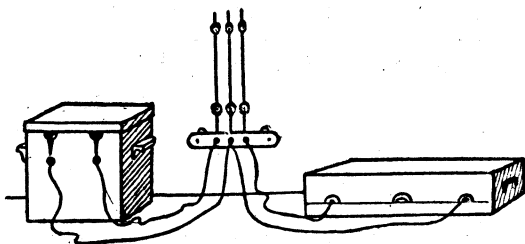

Рис. 1
4. При зарядке следует время от времени проверять напряжение аккумуляторов, чтобы убедиться, что зарядка идет нормально. При нормальной зарядке напряжение каждого элемента аккумуляторов изменяется по графику рис. 1, т.е. в начале зарядки напряжение быстро достигает 1,9—2 В, затем медленно поднимается до 2,2—2,3 В, а концу зарядки напряжение быстро повышается до 2,5—2,7. Больше напряжение не повышается. Это является признаком окончания зарядки.